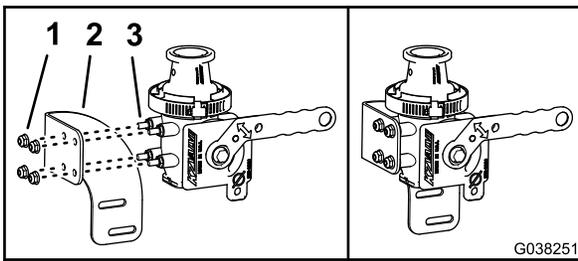

図 59
1. 図 59のように、エダクタ停止ブラケットのホースを、エダクタ停止バルブのスタッドに合わせる。
2. ブラケットをバルブに組み付ける 図 59 フランジロックナット $\frac{1}{4}$ インチ4個を使用する。